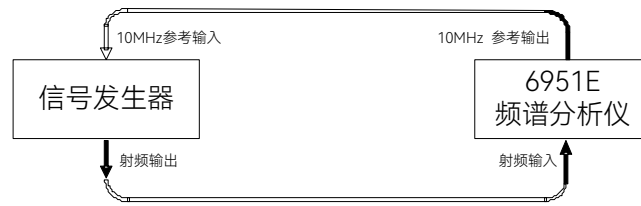

图7.1 频率范围测试
- 1) 开机预热 30 分钟，按图 7.1 连接测试设备，6951E 为信号发生器提供参考频率，信号发生器的射频输出连接到 6951E 的信号输入。